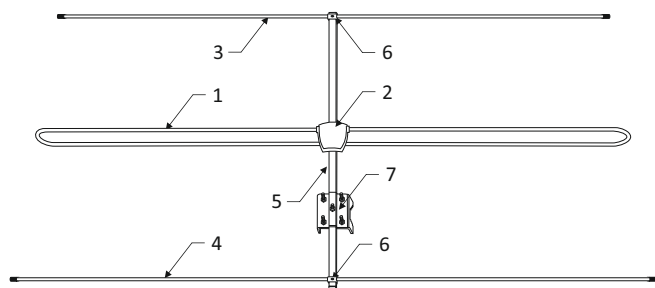

Рис.1 Общий вид антенны
- Общий вид антенны приведен на рис.1 и 2. Антенна состоит из петлевого вибратора (1), узла согласования (2), директора (3) и рефлектора (4), установленных на траверсе (5) с помощью винтов (винтов-саморезов) и скоб фиксирующих (6). Также на траверсе установлен узел крепления (7).